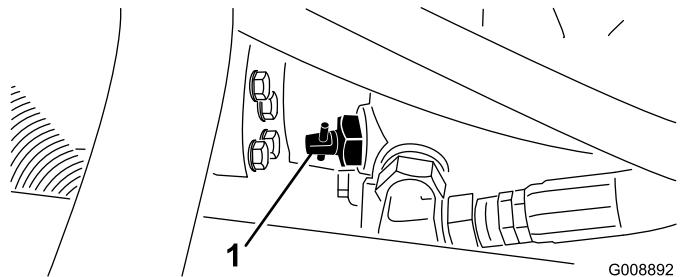

図 27
1. 油圧ポンプについているバイパスバルブ(図 27)を90°回転させる。